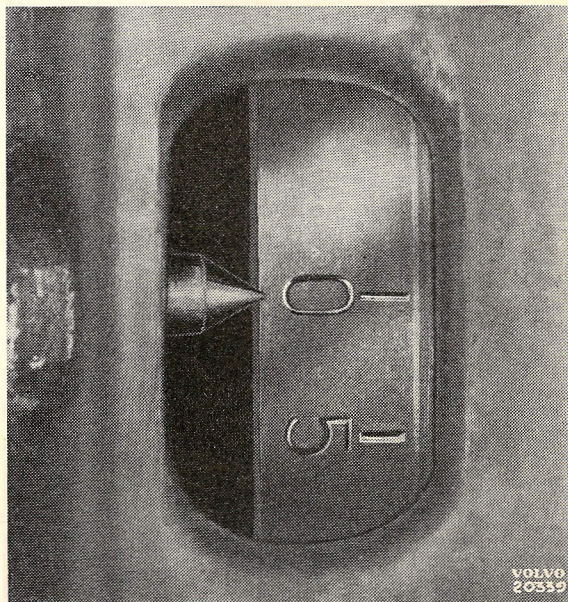

Bild 79.
3. Flytta uppmärksamheten till hålet i svänghjulskåpan vänstra sida och vrid motorn tills tändläget enligt spec. befinner sig mitt för stiftet, se bild 79, och stanna där. Råkar man draga för långt skall man draga motorn tillbaka och därefter draga framåt igen, tills noggrann inställning erhålles. Till följd av svårigheter vid avläsningen, föragnar, som försetts med ny typ av värmelement, har märkena för tändinställningen kompletterats. Således finnes en visare (upphöjning) på transmissionskåpan, som vid 0° inställning pekar mot ett ur-